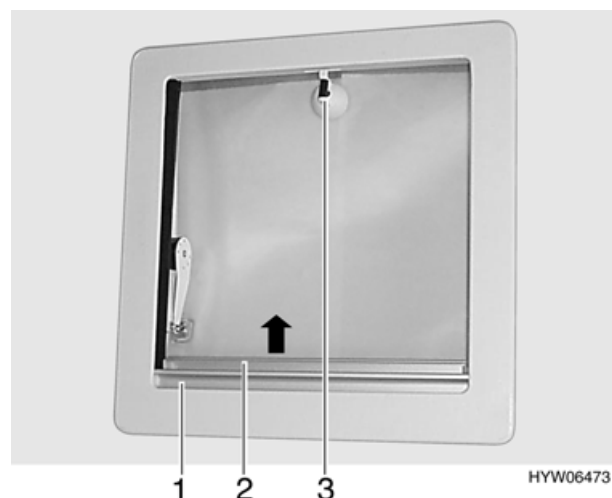

Fig. 39 Oblò inclinabile
- Per posizionare l'oblò inclinabile girare la leva (Fig. 39,3) in senso antiorario di un quarto di giro e spingere l'oblò inclinabile verso l'alto.
- Girare la leva (Fig. 39,3) in senso orario di un quarto di giro.
- Tirare la tendina oscurante pieghevole (Fig. 39,1) in direzione della freccia fino alla posizione desiderata e rilasciare. La tendina oscurante pieghevole rimane in questa posizione.
- Tirare la zanzariera a rullo (Fig. 39,2) nella direzione della freccia fino a quando non scatta il bloccaggio dalla parte opposta.